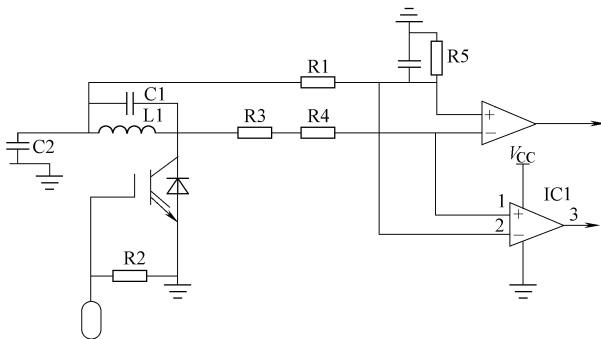

图 1-20 锅具检测电路
如图 1-20 所示，锅具检测电路主要由电压比较器 IC1、外围电阻 R1 等组成。电压比较器将振荡电路（C1 和 L1）的振荡波形通过分压电阻 R1 进行采样，从③引脚输出脉冲信号，再将脉冲信号送到主控芯片，主控芯片计算脉冲数，当脉冲数多于 9 个（不同的电磁炉参数不完全一样）时认为未放锅，当脉冲数少于 5 个时则认为放上了锅具，以此来判断电磁炉上是否放置了锅具。